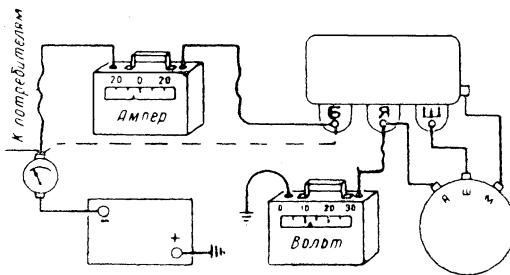

Рис. 50. Схема проверки реле обратного тока.
1. Отединить провод от клеммы Б реле-регулятора и включить между этим проводом и клеммой Б контрольный амперметр как указано на рис. 50.